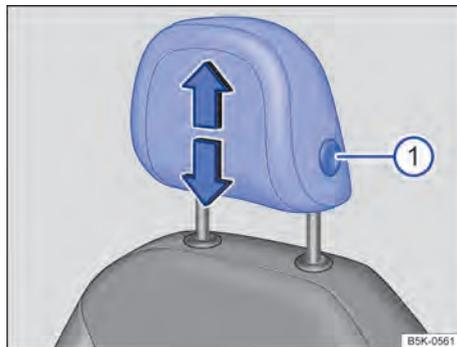
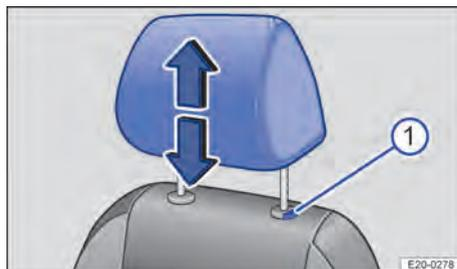

Fig. 61 No banco dianteiro: regular o apoio para cabeça (variante 1).
Fig. 62 No banco dianteiro: regular o apoio para cabeça (variante 2).
1. Empurrar o apoio para cabeça para baixo com o botão pressionado → Fig. 61 ① ou → Fig. 62 ①.